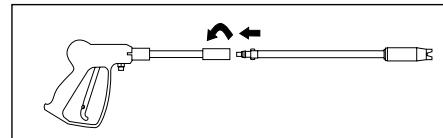

Figure 7 - Branchement de Pistolet/Lance
- Introduire la lance dans le pistolet et tourner au sens des aiguilles d'une montre à l'arrêt positif tel qu'indiqué sur la Figure 7.